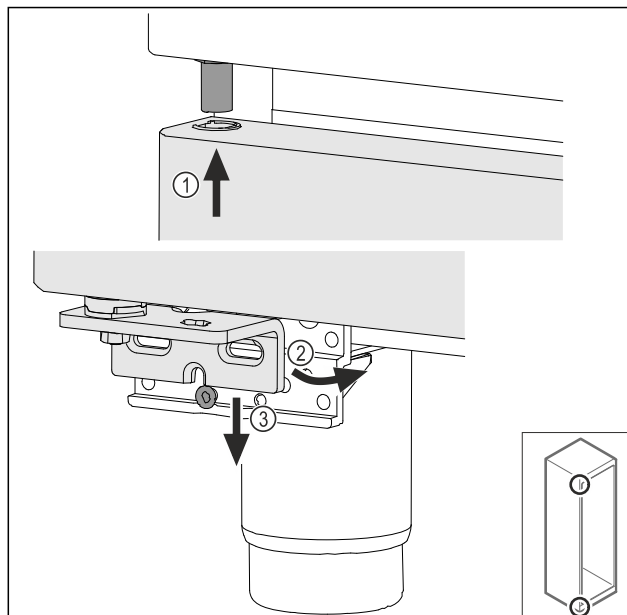

Fig. 37
- ▶ Установите дверь под небольшим уклоном сверху Fig. 37 (1), выровняйте ее прямо Fig. 37 (2) и смонтируйте снизу на винт опорного кронштейна Fig. 37 (3).